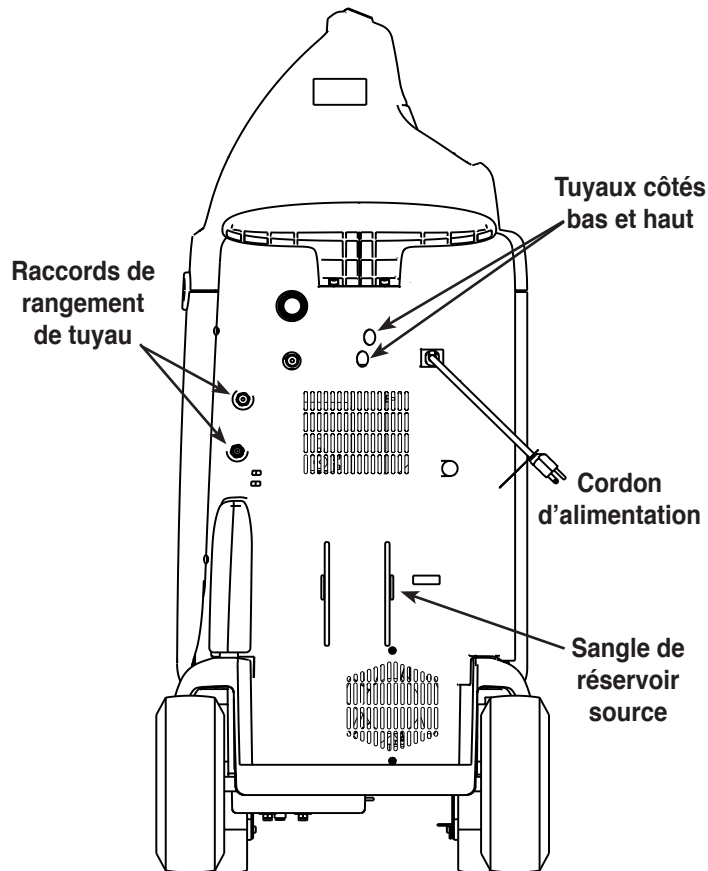

Figure 3
2. Une fois que la pompe à vide est arrêtée, fixez l'adaptateur de côté bas du réservoir à la soupape de liquide sur le réservoir. Raccordez le tuyau de service du côté bas à cet adaptateur. Reportez-vous à la Figure 3.